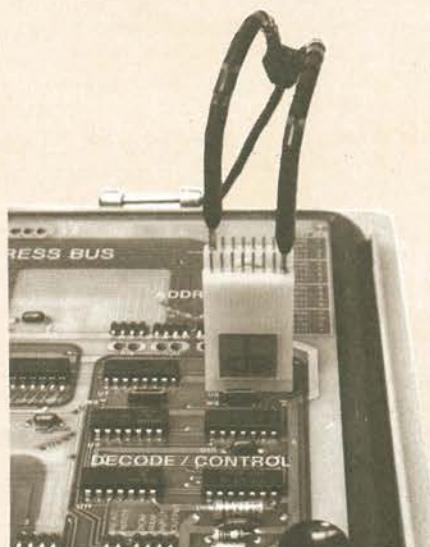

Figura 16-1. Collegamento dell'alimentazione della sonda effettuata attraverso uno zoccolo per il test dei circuiti integrati (IC test clip)
- B) Collegate ad un alimentatore, che generi la stessa tensione del circuito logico sotto esame, i due cavetti di alimentazione della sonda. L'alimentatore del dispositivo sotto esame può essere utilizzato se è in grado di fornire la corrente addizionale (70 mA) richiesta dalla sonda. Ci si può collegare all'alimentazione o utilizzando le pinzette a molla fornite con la sonda o collegandosi direttamente ai piedini di una test clip (pinzetta multipiedini per collaudo) per IC posta su un circuito integrato dello strumento sotto esame (si veda Figura 16-1).